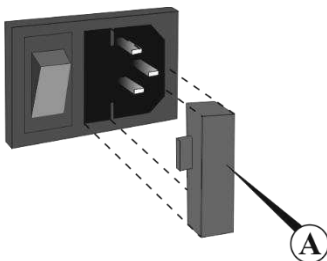

Рисунок 6. Держатель предохранителя
- 7.4. **Замена предохранителя.** Отсоедините прибор от сети и сетевой кабель из разъема на задней панели прибора. Откройте держатель предохранителя (рис. 6/A), выдвинув его. Проверьте предохранитель и при необходимости замените, М 1 А для LMC-3000 и М 6.3 А для LMC-4200R (тип **M** - time lag: **Medium**).